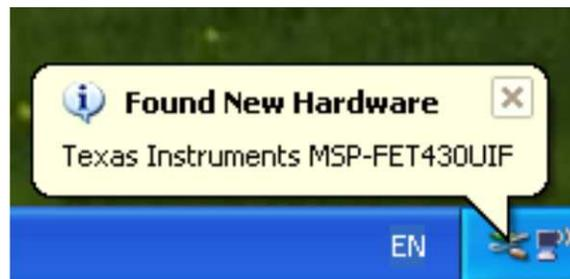

图 B-9. eZ430-RF Windows 驱动程序安装
3. Windows 应该将新硬件识别为一个 "MSP430 XXX x.xx.xx"（见图 B-9）。器件名称也许与这里显示的名称不一样。